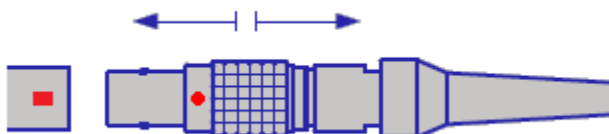

Figura 79: Collegamento dei connettori CC
4. Allineare il punto rosso sul connettore di uscita CC dell'adattatore CA con la linea rossa sul connettore di ingresso dell'alimentazione del caricatore Vesta e poi inserire il connettore di uscita CC nel connettore di ingresso dell'alimentazione. **Vedere Figura 79.**